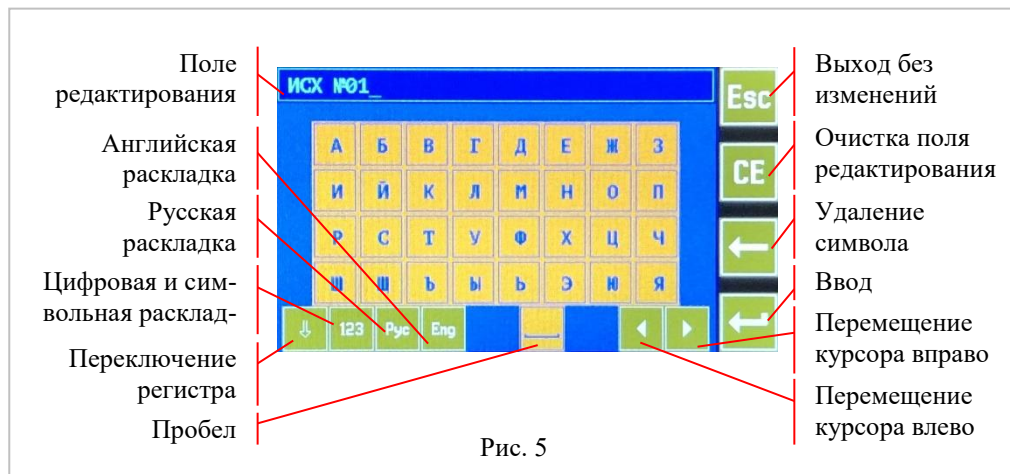

Рис. 5
4.1.12 При редактировании числовых и буквенных параметров появляется виртуальная клавиатура. Рис. 5.